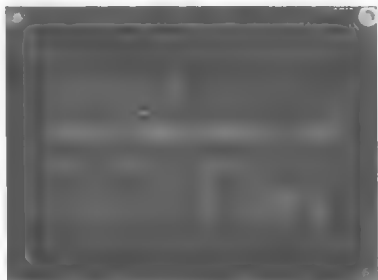

图 10.3 12864 液晶显示
- 图形液晶显示模块，这类液晶可以显示数字、字符、汉字和图形等，功能比较丰富。其型号常按液晶点阵的行、列数来命名，常见的有 12232、12864、19264、320240 等液晶。例如，12864 液晶表示液晶点阵由 128 列、64 行组成，即共有 128×64 个点来显示各种图形。厂家还可以根据用户的需要订制出各种规格的点阵图形液晶。图 10.3 所示为 12864 液晶显示。